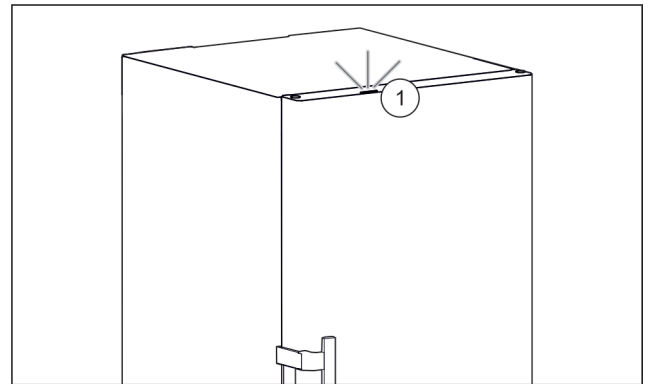

Fig. 56 Aktives Statuslicht bei geschlossener Tür
- ▷ Statuslicht Fig. 56 (1) ist aktiviert.